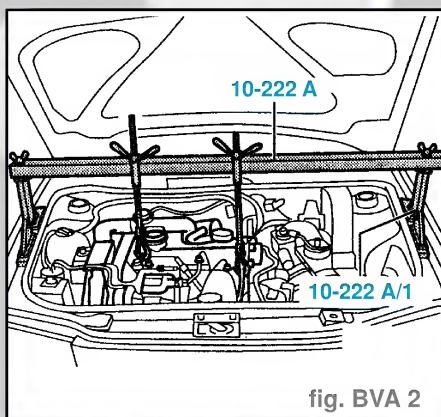

fig. BVA 2
- Mettre en place le dispositif de maintien **10-222A** avec les appuis **10-222 A/1** et soutenir le moteur/la boîte de vitesses dans cette position (fig. BVA 2).